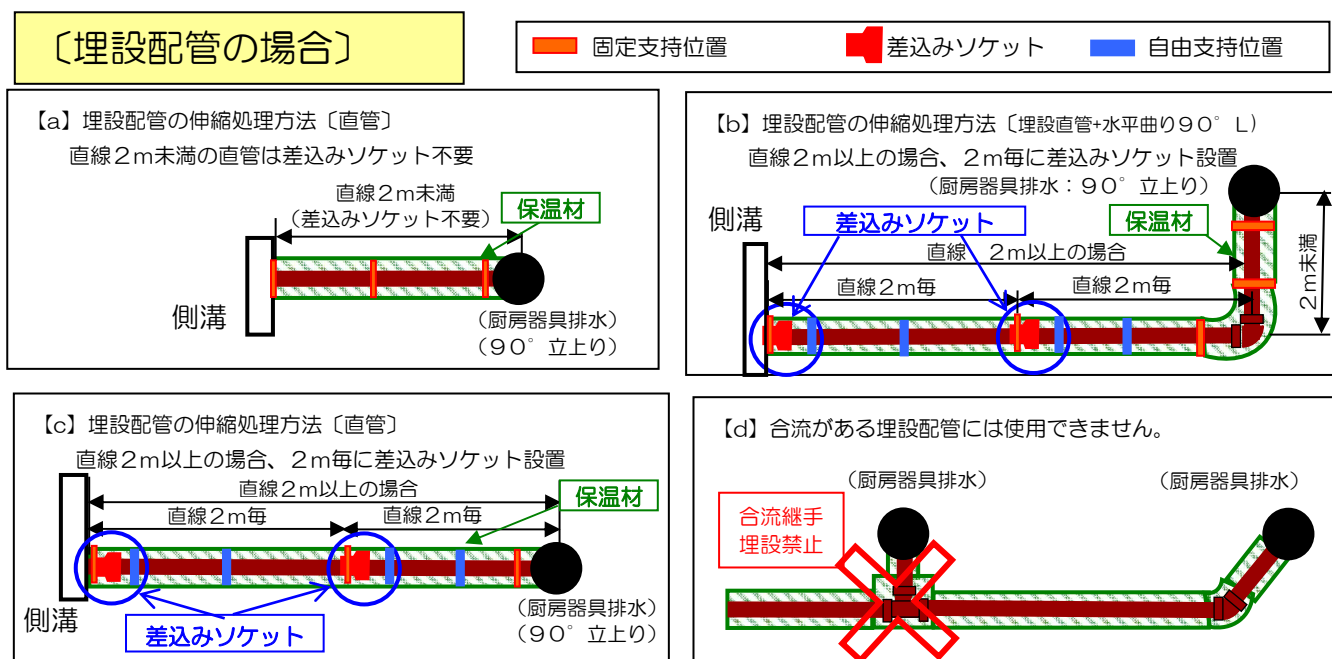

図3.3 埋設配管の伸縮処理方法
- ・埋設部分での配管合流はしないでください（図3.3(d））。
- ・伸縮処理として、直線には必ず差込みソケット（最大許容長2m）を設置してください（図3.3(c））。
- ・差込みソケットは必ず直接固定支持をしてください。（図3.3(b,c)）
- ・差込みソケットで伸縮を吸収する2mの直管部は、差込ソケット部と伸縮の始点部分を固定支持とし、その間は自由支持（撓動を妨げない支持）を行ってください。（図3.3(b,c)）